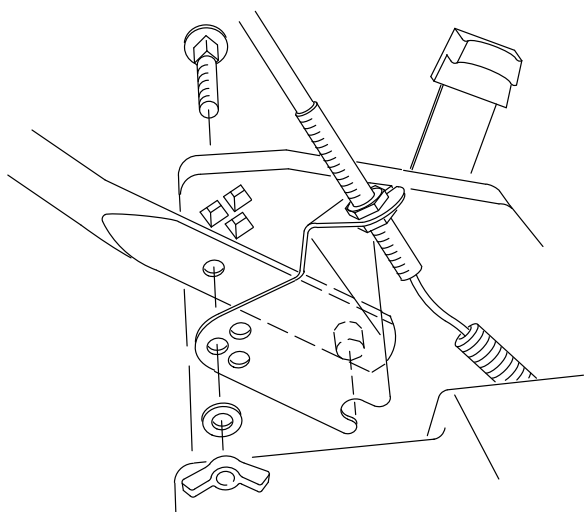

Figure 49
1. Retirar las piezas de montaje de los soportes del manillar (Fig. 49).